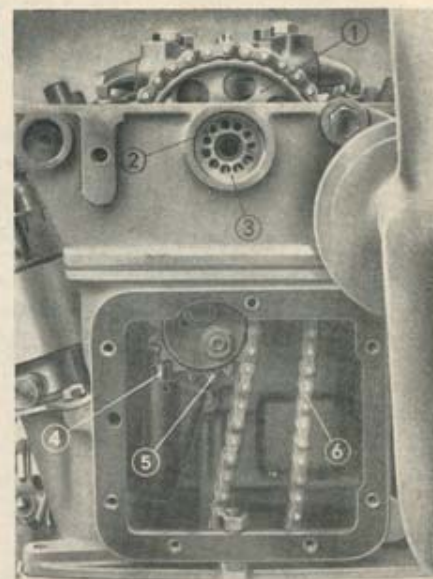

Fig. 9. - Messa in fase della distribuzione.
- d) A questo punto, fissare la posizione dell'ingranaggio (1-3) sull'albero distribuzione, piantando il grano di riferimento (2) nel foro dell'ingranaggio che viene a trovarsi in esatta corrispondenza con uno dei fori praticati nella flangia dell'albero distribuzione (vedi fig. 9).